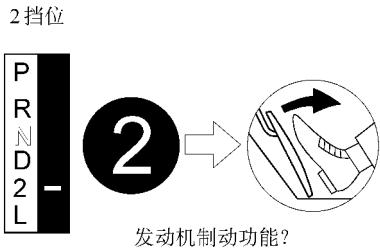

图 11-32 检查发动机的制动效果
(1) 检查 1→2 挂高挡是否正常动作，并检查换挡点是否与表 11-8 自动换挡一览表一致。
(2) 当汽车在 2 挡位和 2 挡齿轮位置下行驶时，放开加速踏板，检查发动机的制动效果，如图 11-32 所示。